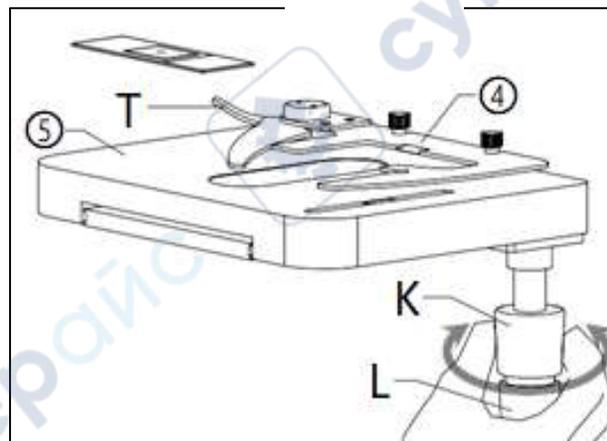

Рис. 17
(Рис. 17) Вращением ручки грубой фокусировки (V, O) опустить столик ⑤ до приемлемого положения, перейти на 4-кратный объектив.
Установить образец в зажимы столика (рис. 17), настроить тонкую фокусировку конденсора с помощью ручки (Q) для подъёма конденсатора, вращением ручек горизонтальной (L) и вертикальной (K) регулировок, перемещать образец и конденсор относительно друг друга, устранить пузырьки.